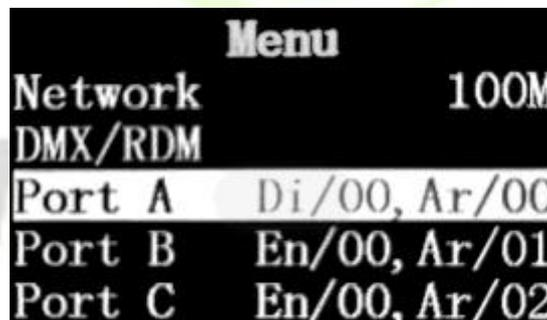

图 3.2-1
- 默认窗口点触“”,进入主菜单,此时菜单中Network 数值为 10 / 100 / 1000 (Down / 无网络连接), 如图 3.2-1。
- 点触 “ \oplus ” 或 “ \ominus ”，选中 Port A / B / C / D 栏，点触 “ OK ”，可进入 Port A ~ H 窗口，如图 3.2-1 和图 3.2-6。